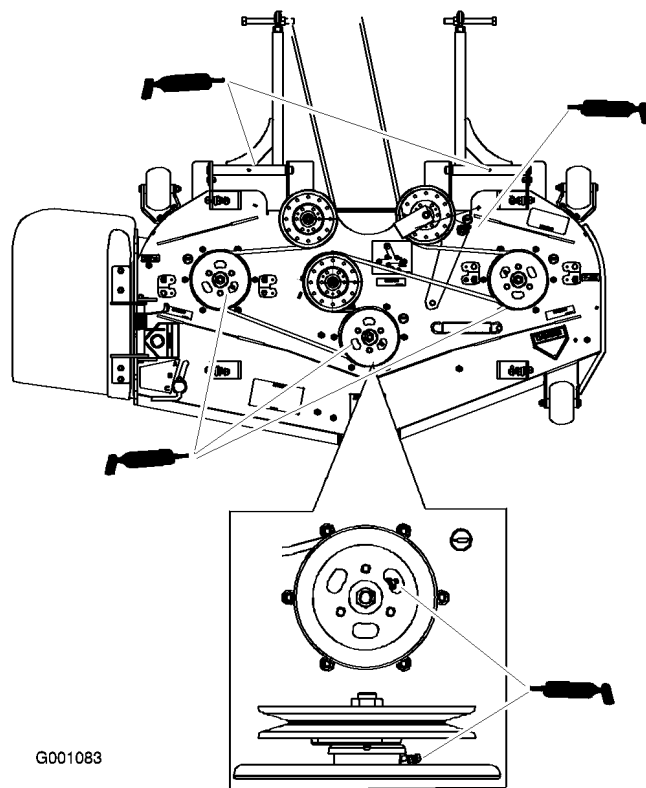

Figura 31
4. Ingrassate i tre cuscinetti del mandrino sotto le pulegge finché il grasso non fuoriesce dalle tenute inferiori (Figura 31).
5. Ingrassate il braccio di rinvio della cinghia, sulla scocca del tosaerba (Figura 31).
6. Lubrificate i raccordi sui bracci di spinta (Figura 31).